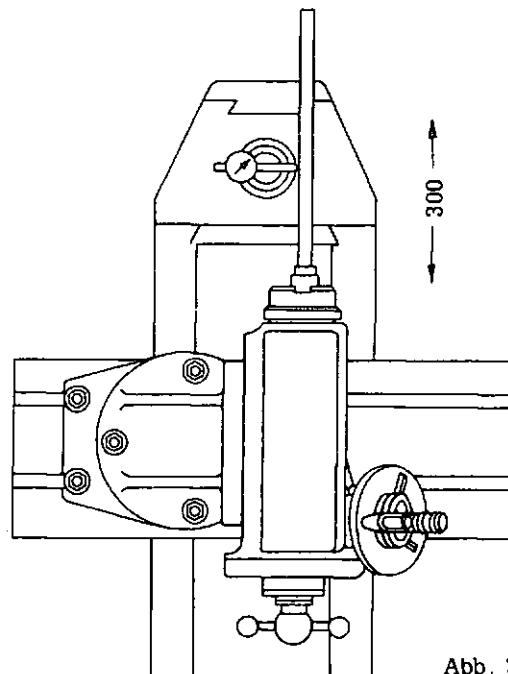

Abb. 3
b) Einstellen auf genaue Teilkopfarbeit (Abb. 3)